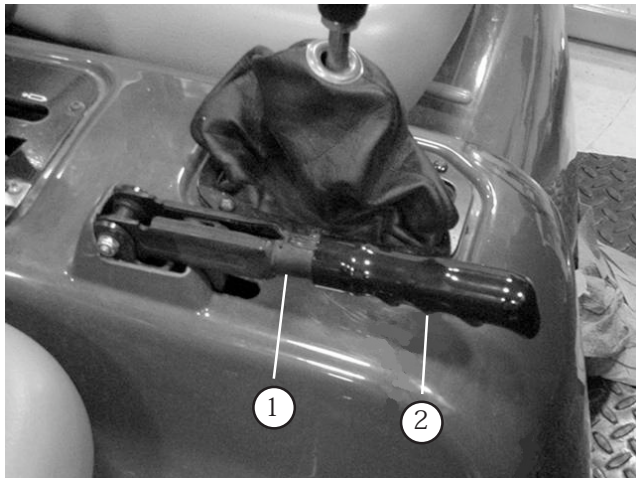

図 65
1. 駐車ブレーキ・レバーのゴム製グリップをはずす (図65)。